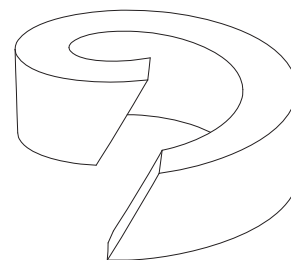

Fig. 9: Anneau d'étanchéité sectionné
- Placer un nouvel anneau d'étanchéité (pos. 17), position de montage conformément à la représentation Fig. 9